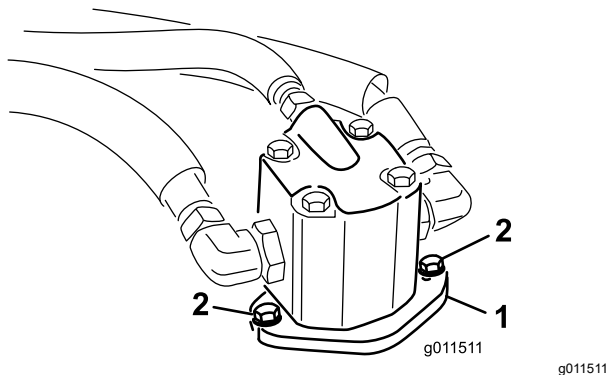

Figure 78
4. Enlevez les boulons qui fixent le moteur hydraulique à l'unité de coupe (Figure 78).